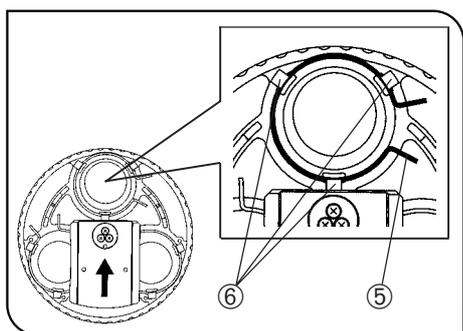

Abb. 8
1. Die Feststellschraube des Revolvers ③ mit dem Sechskant-Schraubendreher lösen und den Revolver ④ herausziehen.
2. Den Revolver umdrehen und den Filter-Schraubring ⑤ durch Eindringen des Knopfendes lösen.
3. Die benötigten Filter einsetzen und den Schraubring ⑤ mit drei Haken ⑥ wieder befestigen. (Abb. 8)